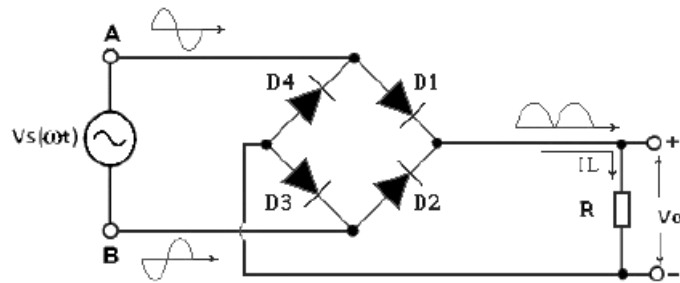

Figura 7 Diagrama do Circuito Retificador de Onda Completa
1. Montar o circuito da Figura 7.